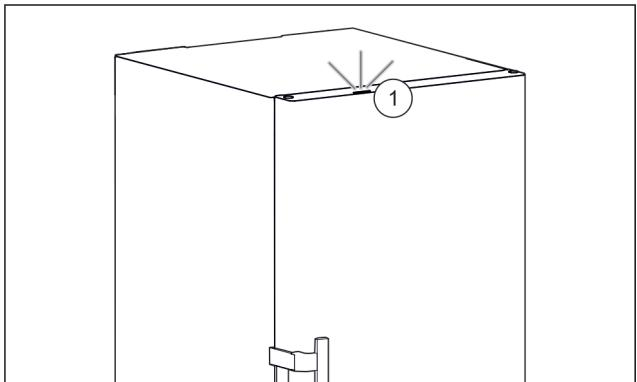

Fig. 56 Aktívne stavové svetlo pri zatvorených dverach
- Stavové svetlo Fig. 56 (1) je aktivované.